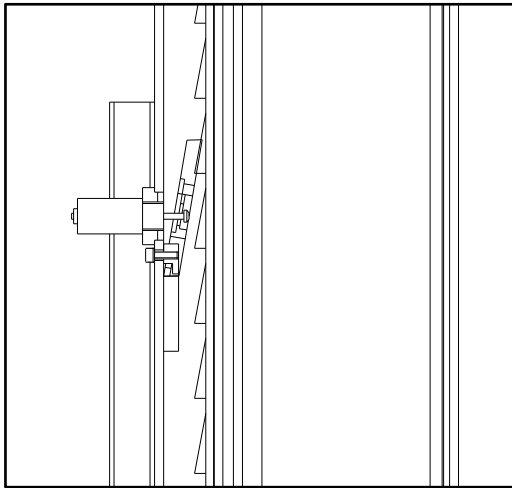

Bild 15
- ◆ Bei Bruch des Hydraulikzylinders lösen die Sicherheitskeile aus (Bild 15), die sich im Inneren der Säulen befinden. Die Keile werden von einer Feder gedrückt und halten den Laufwagen/Schlitten sofort an.